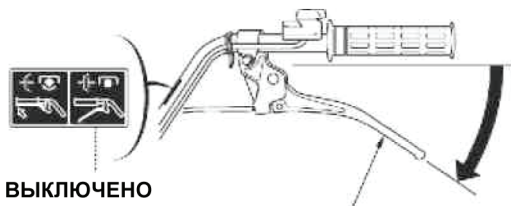

Рис. 10
1. Выключите сцепление, отпустив рычаг сцепления в положение «ВЫКЛЮЧЕНО» (рис. 10).